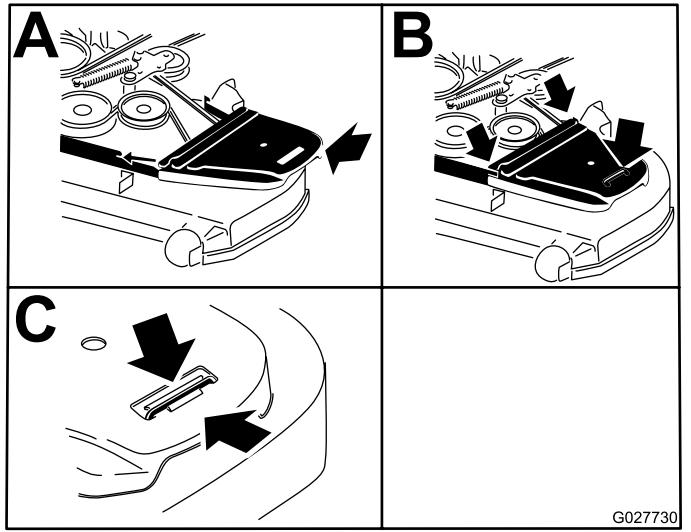

Figure 75
12. Posez les protège-courroies (Figure 75).